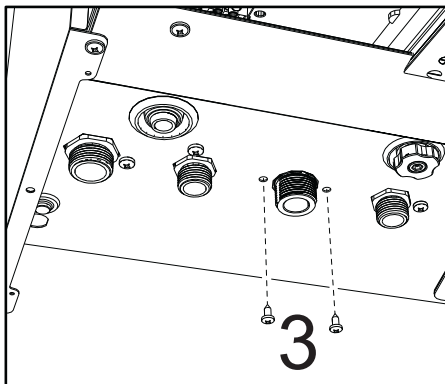

fig. 44
- Desenrosque los tornillos "3" (fig. 44)